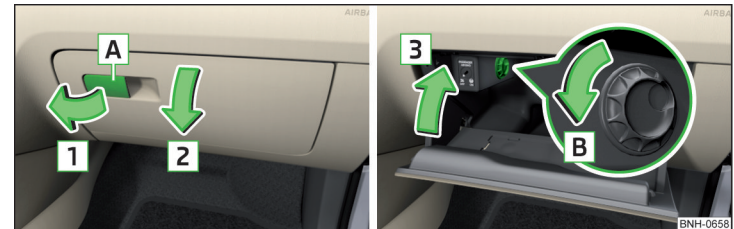

Abb. 88 Ablagefach öffnen / Ablagefach schließen und Luftzufuhr öffnen
- Zum **Öffnen** den Griff **A** in Pfeilrichtung **1** ziehen und den Deckel in Pfeilrichtung **2** klappen » Abb. 88.
- Zum **Öffnen** den Drehregler in Pfeilrichtung **B** bis zum Anschlag drehen » Abb. 88.